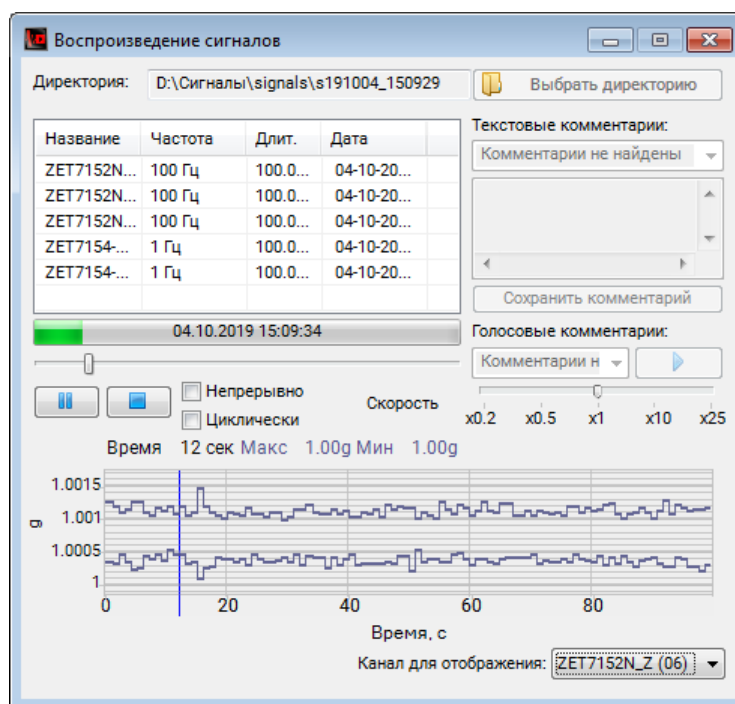

Рис. 5.6 Программа «Воспроизведение сигналов»
• Программа «Воспроизведение сигналов» - предназначена для воспроизведения сигналов, записанных с помощью программы «Запись сигналов» (Рис. 5.6). При включении воспроизведения проигрываемые сигналы становятся доступны для анализа и измерений во всех программах ПО ZETLAB (многоканальный осциллограф, узкополосный спектр и т.д.). Для записи данных в формате программы «Воспроизведение сигналов» следует убрать отметку в поле «Непрерывная запись» в программе «Запись сигналов».